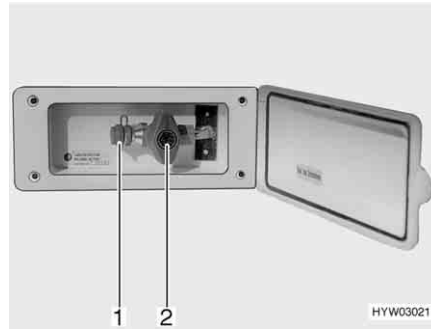

Fig. 142 Presa gas esterna, rubinetto di arresto del gas chiuso
La presa gas esterna (Fig. 142) si trova, a seconda del modello, nella parte posteriore o sul lato destro o sinistro del veicolo.
- Collegare l'apparecchio a gas esterno all'attacco (Fig. 142,1).
- Aprire il rubinetto di arresto del gas (Fig. 142,2).